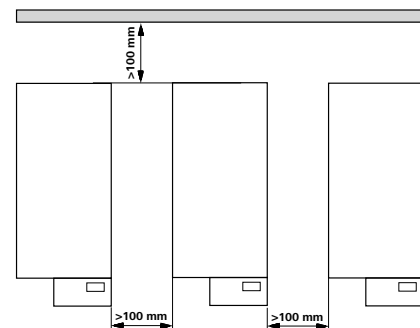

Fig. 2
- Svarbu: išlaikykite minimalų atstumą tarp prietaisų, tarp prietai-so ir sienos, taip pat virš įrenginio (min. 800 mm), (Fig. 2).